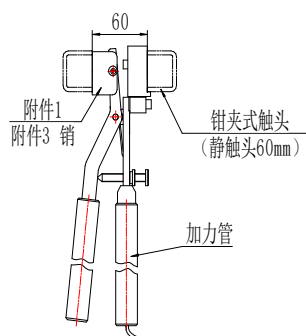
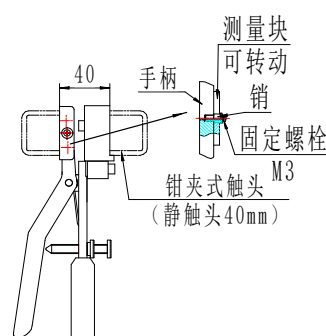
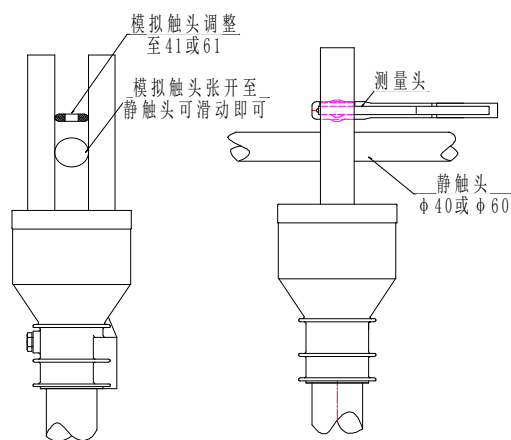

图 5 折臂式隔离开关（静触头 60mm，如 GW22B-252）测量示意图
图 6 折臂式隔离开关（静触头 40mm，如 GW22B-126）测量示意图
图 7 折臂式隔离开关（已挂静触头触头）测量示意图
螺栓 S，调好后锁紧螺母 N。测量示意图见图 5、图 6 和图 7。
4.4.2 图 5、图 6 是折臂式隔离开关未装静触头的测量示意图。测量时将调整好模拟触头（调整方法见 4.1.3），放入待测触指中，使模拟触头张开限定位置为止，这时压力仪上显示的读数即为该触头的接触压力。
4.4.3 图 7 是折臂式隔离开关已装静触头的示意图。测量时将模拟触头尺寸 a 调整到大于静触头 1mm 左右，如静触头直径为  $\Phi 40\text{mm}$ ，则需调整  $a=41\text{mm}$ 。一只手使缓慢地使模拟触头张开，另一只手抓住静触头晃动，如果静触头能在触指中轻松滑动或转动，这时压力测试